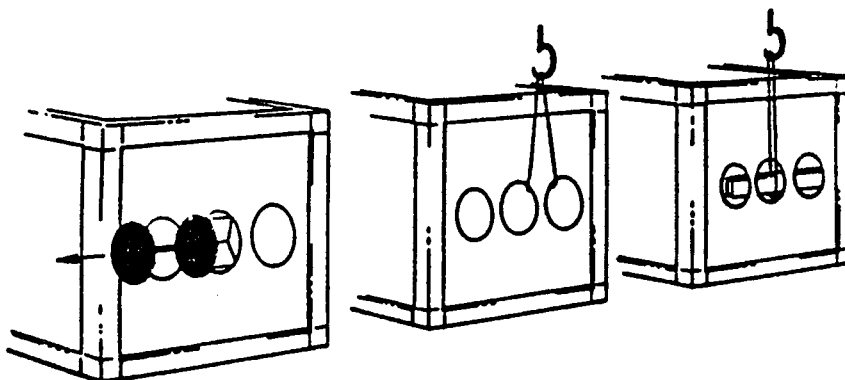

Fig. 1.1
- \* Démontez le clapet d'explosion ainsi que les tampons de fermeture (fig. 1.1).